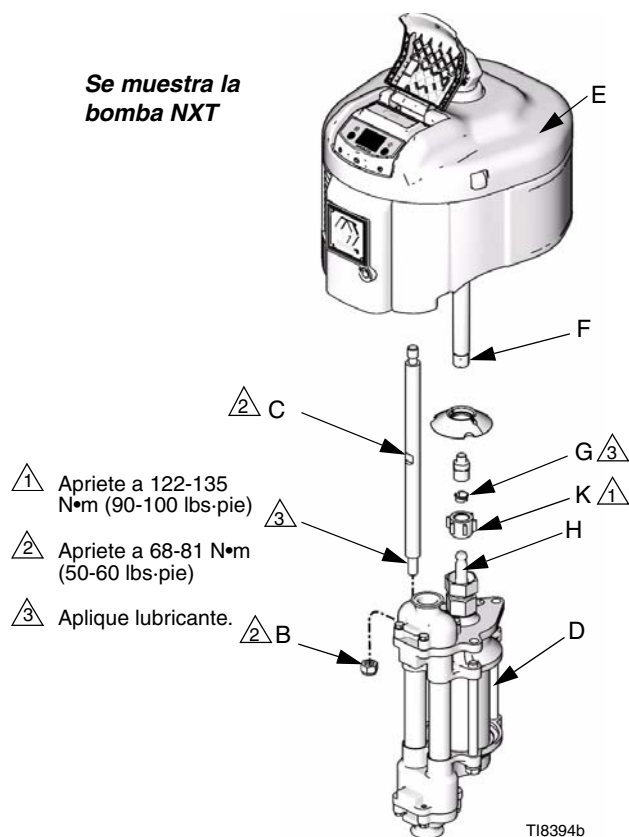
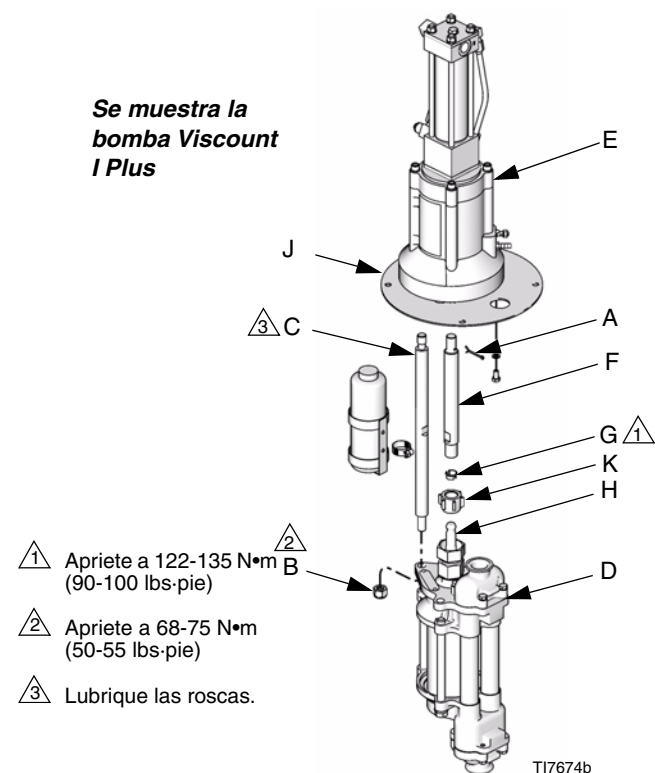

FIG. 5
FIG. 6
3. Afloje la tuerca de acoplamiento (K) y retire los collarines (G). Extraiga la tuerca de acoplamiento de la biela (H). Desenrosque las contratueras (B) de las varillas de acoplamiento (C). Tire de la base (D) para separarla del motor (E). Véanse las FIG. 5 y FIG. 6.
1. Viscount I Plus Afloje sin retirarlos los tornillos que sujetan la placa adaptadora (J) al motor (E) en las bombas. Vea FIG. 6. En las bombas Viscount II, atornille el tornillo (N) al motor (E) con un par de a 68-75 N•m (50-55 lbs-pie).
2. Atornille las varillas de unión (C) a la placa adaptadora (J) y apriete hasta 50-55 N•m (68-75 lbs-pie). Viscount I Plus En las bombas, las varillas de conexión encajarán en los orificios roscados de la base del motor. Las bombas Viscount II engranarán en la placa adaptadora (J).
3. Llene la cavidad de la parte inferior del eje del motor con grasa. Enrosque el acoplamiento (F) en el eje del motor hasta que los orificios del pasador estén alineados. Monte el pasador (A) en el primer orificio desde el extremo del acoplamiento. En bombas Viscount II, apriete la tuerca de acoplamiento (M) en el eje del motor.
4. Alinee la base (D) con las varillas de unión (C) y coloque sin apretarlas las tuercas de seguridad (B) de las varillas de unión.
5. Inserte los collarines (G) y atornille la tuerca de acoplamiento (K) en la varilla de acoplamiento (F) y apriete hasta 122-135 N•m (90-100 lbs-pie).
6. Viscount I Plus En bombas, atornille los tornillos que sujetan la placa adaptadora (J) al motor (E) a 20-23 N•m (15-17 lbs-pie). Viscount I Plus En bombas Viscount II apriete las tuercas de seguridad (B) de las varillas de unión a 68-75 N•m (50-55 lbs-pie).